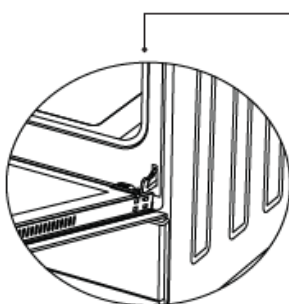

Fig. 4.1
1. Öppna ugnsluckan helt genom att dra den mot dig. För att frigöra luckan, lyft gångjärnslåset uppåt med hjälp av en skruvmejsel som visas i **fig. 4.1**.